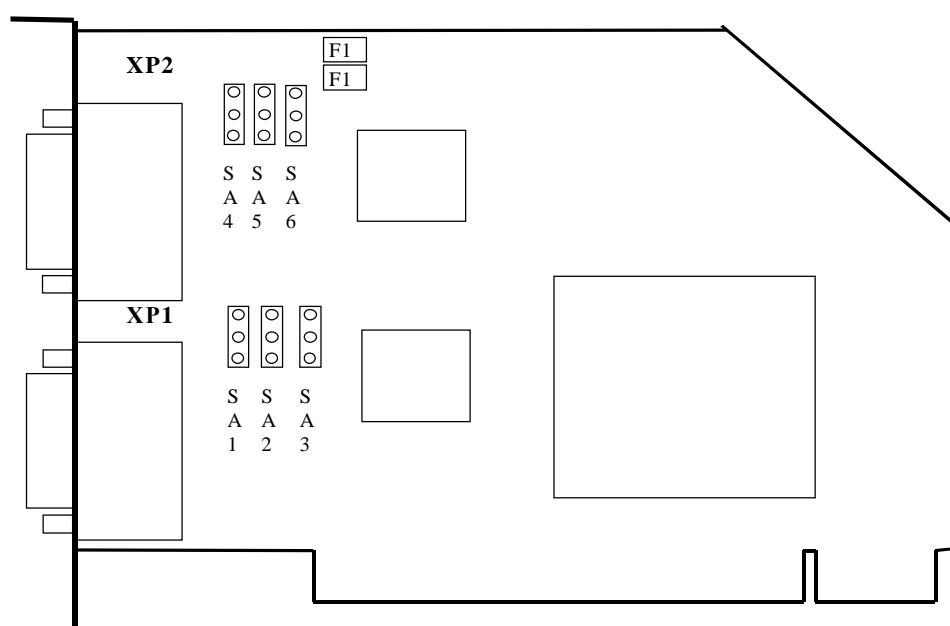

Рис. 7. 1
7.1.1 Расположение разъемов (XP1 и XP2) и переключателя SA1 показано на рисунке (Рис. 7. 1).